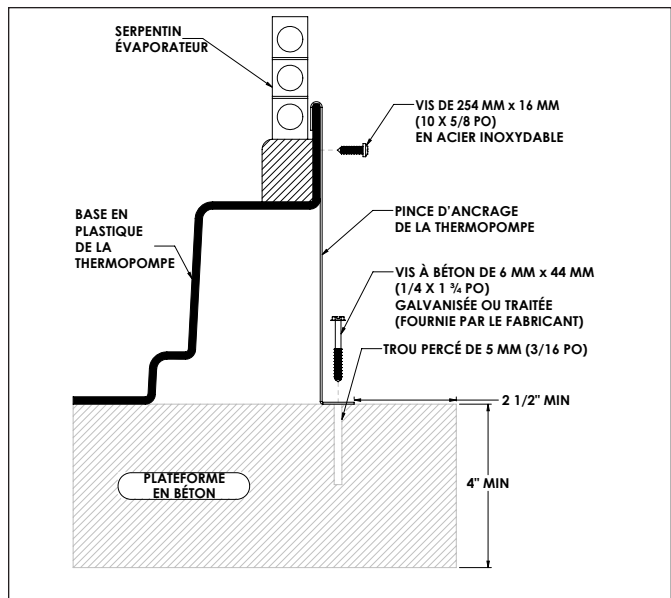

Figure 3. Installation de pinces d'ancrage
3. Ajuster le crochet de chaque pince sur la lèvre du panneau de la base de la thermopompe. Le crochet devrait s'ajuster entre la lèvre du panneau de la base et la garde du serpentin évaporateur (voir Figure 3).
7. Positionner les pinces d'ancrage de manière à ce que les trous dans les pinces soient au dessus des boulon d'ancrages. Vérifier que les crochets de pince soient sur la lèvre de la base de la thermopompe (voir Figure 3).